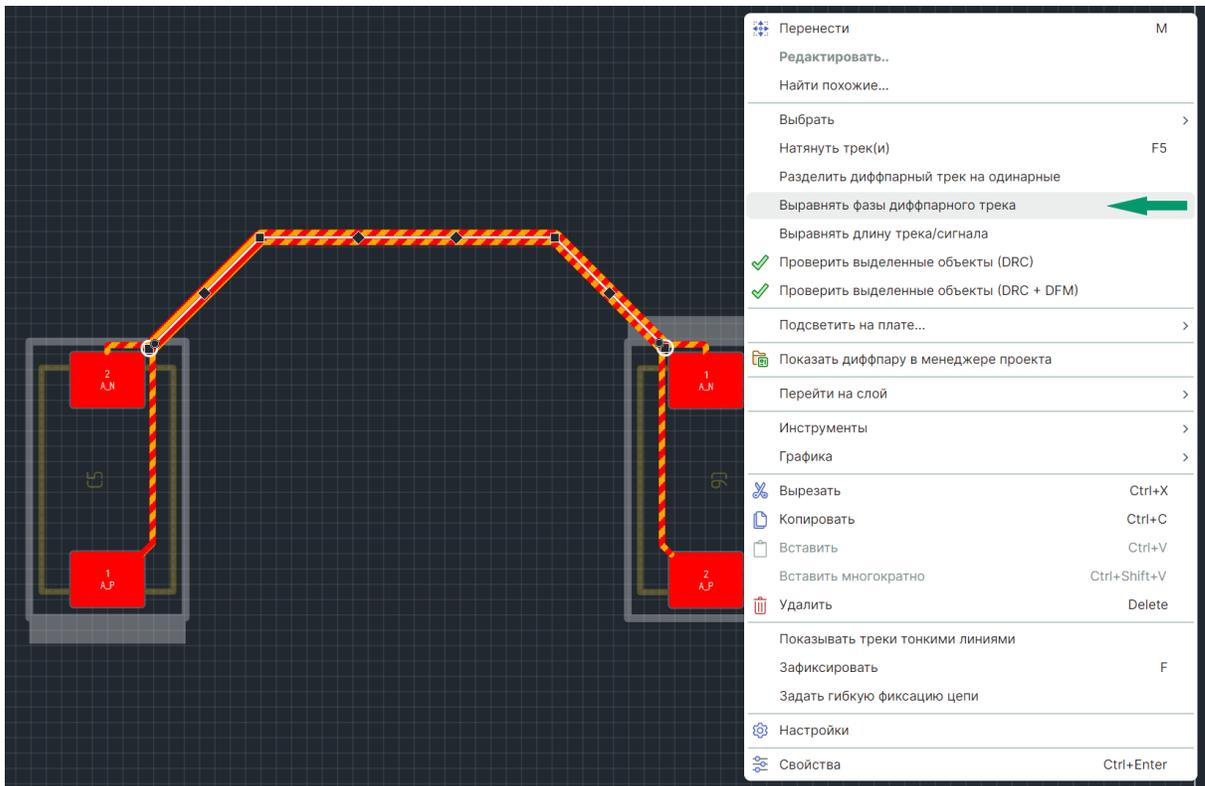

Рис. 348 Выравнивание фаз дифференциальной пары
2. Из контекстного меню выберите пункт «Выровнять фазы дифференциального трека», см. Рис. 348.